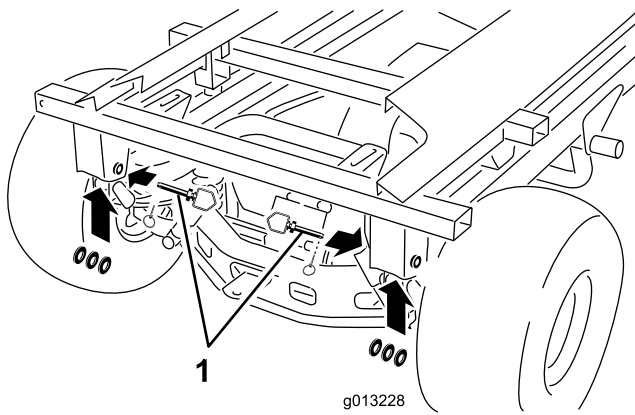

Figura 43
10. Retire las chavetas, los pasadores de enganche y las arandelas de la parte trasera (Figura 43).